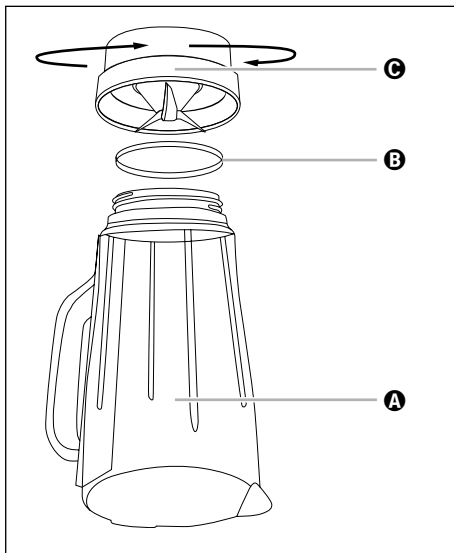

Fig. 4
- 2) Renversez l'appareil et tournez la pièce en plastique ② du bol mixeur ③ dans le sens anti-horaire afin qu'elle se détache de la pièce en verre ① du bol mixeur ③ (voir fig. 4).
- 4) Si besoin, vous pouvez détacher prudemment la bague d'étanchéité ③ de la pièce en plastique ②. Nettoyez-la avec de l'eau additionnée d'un produit à vaisselle doux et rincez-la à l'eau claire.